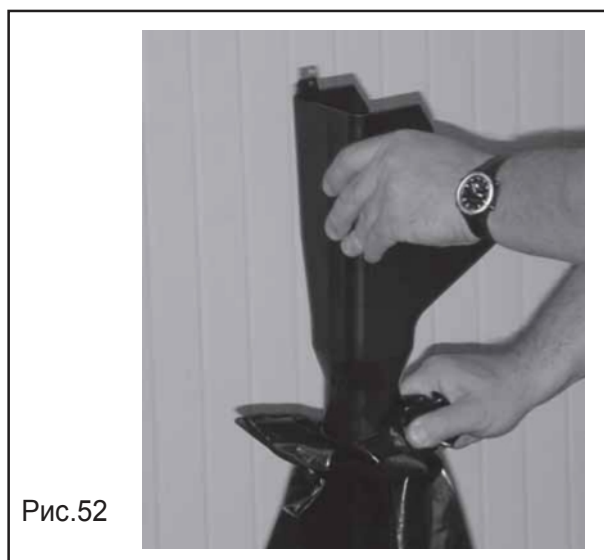

Рис.52
- заменить мешок для молотого кофе (вариант для кофе в зернах) (Рис. 52)